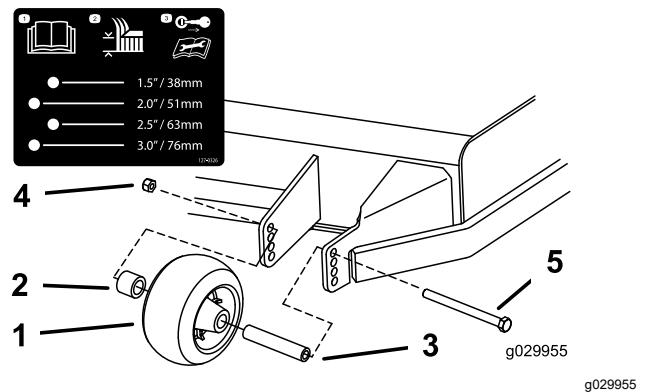

Figura 37
3. Ajuste os rolos antidanos como se mostra na Figura 37.